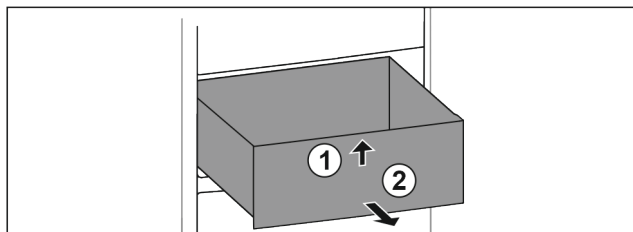

Fig. 99
- Lade aan de voorkant optillen. Fig. 99 (1)
- Lade naar voren toe verwijderen. Fig. 99 (2)